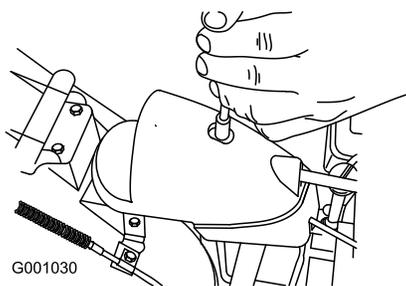

Figure 51
1. Retirez la fixation du couvercle du secteur denté (Figure 51), soulevez l'avant du couvercle et faites-le coulisser en arrière de façon à l'écarter.